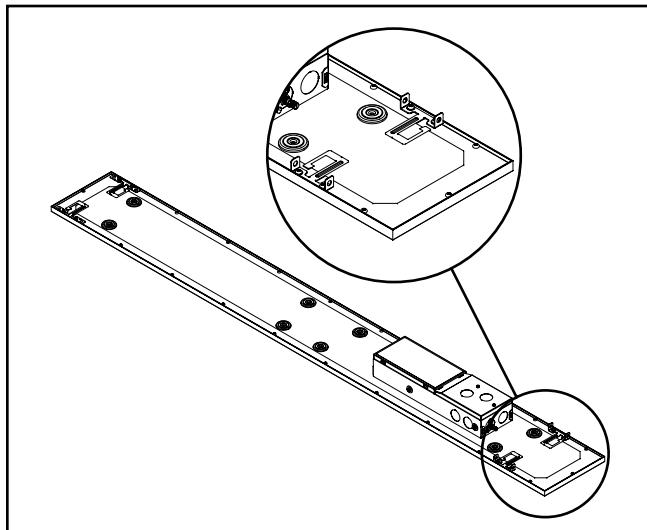

Figure 4.
**Remarque:** Si un soutien supplémentaire est nécessaire, utilisez le câble pour supporter le luminaire à la poutre de soutien appropriée au-dessus du luminaire en utilisant les trous circulaires des languettes des fixations de la grille. (Figure 4.)